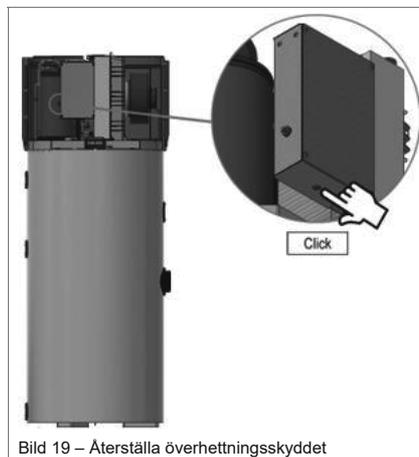

Bild 19 – Återställa överhettningsskyddet
- Återställ den aktiverade säkerhetstermostaten ovanifrån (fig. 19). Vid aktivering sticker termostatsens centrala stift ut ca 4 mm.